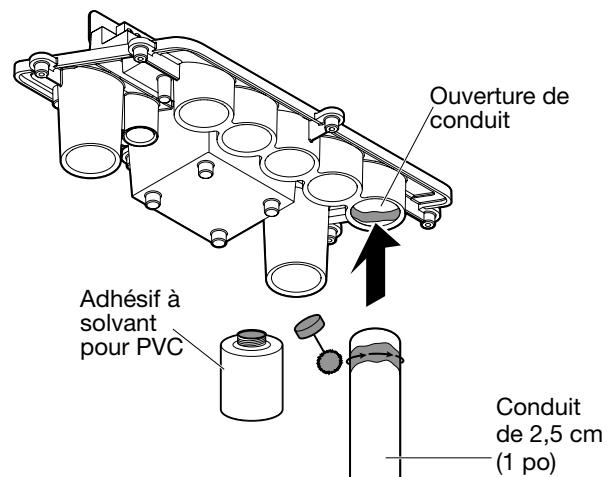

FIG. 4. Utilisation d'un conduit de 2,5 cm (1 po)
- a. Pour un conduit de 2,5 cm (1 po) (voir FIG. 4) :